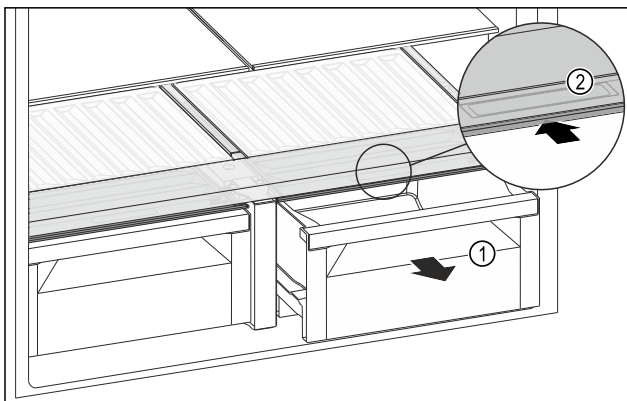

Fig. 123
- Schubfach Fig. 123 (1) herausziehen.
- Griffmulde Fig. 123 (2) am Fachdeckel anfassen und Fachdeckel gleichzeitig nach hinten schieben.